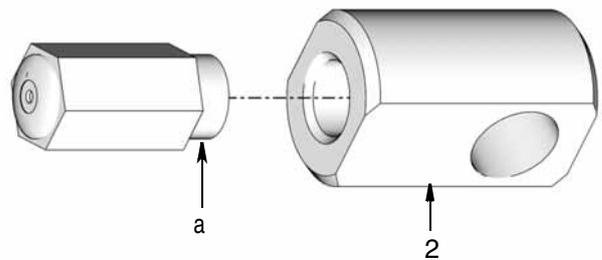

ABB. 2
3. Tragen Sie Gewindedichtmittel (vom Benutzer bereitzustellen) auf das Gewinde des Druckentlastungsventils (a) auf (ABB. 2).
4. Installieren Sie das Druckentlastungsventil (a) im Ringstück (2). Ziehen Sie die Verbindung mit einem Schraubenschlüssel an (ABB. 2).